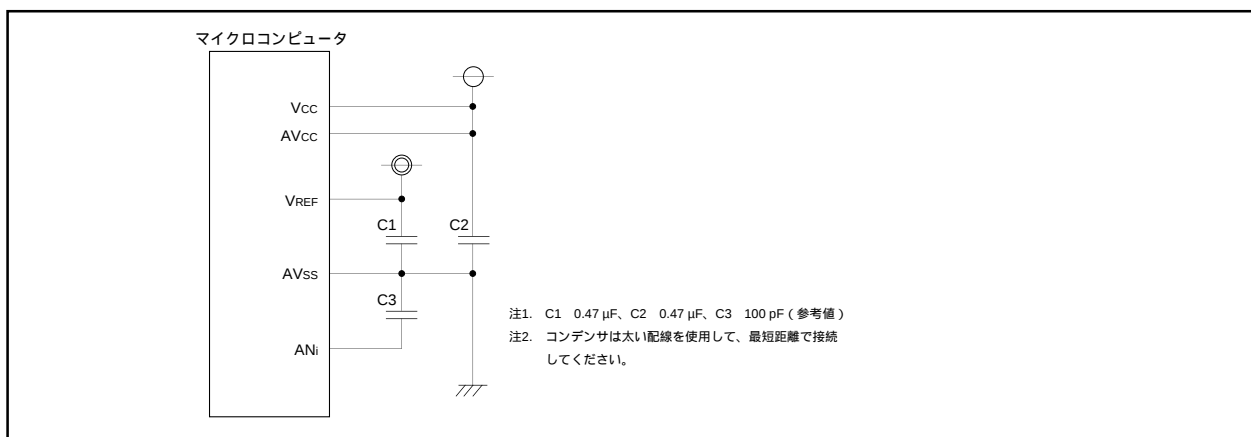

図2.7.22. 各端子の処理例
- (2) ノイズによる変換誤差を低減するため、AVCC端子とVREF端子に印加する電圧は別電源から供給してください。また、AVCC端子、VREF端子、およびアナログ入力端子(ANi)とAVSS端子の間には、それぞれコンデンサを接続することを推奨します。図2.7.22に各端子の処理例を示します。